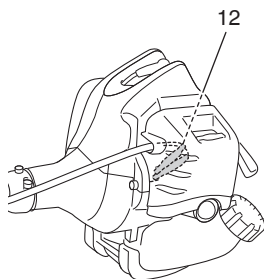

Fig. 6
Rangez les câbles de marche-arrêt (12) dans couvercle du filtre à air (Fig. 6).